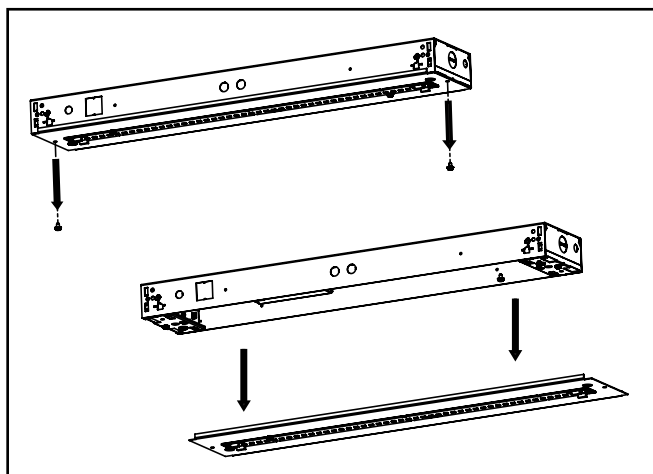

Figure 2.
3. Enlevez le couvercle du canal pour assembler le luminaire en enlevant les vis aux deux extrémités du couvercle du canal (Figure 2). Après cela, NE PLACEZ PAS le luminaire vers le bas lorsque les DEL sont posés sur le couvercle du canal.